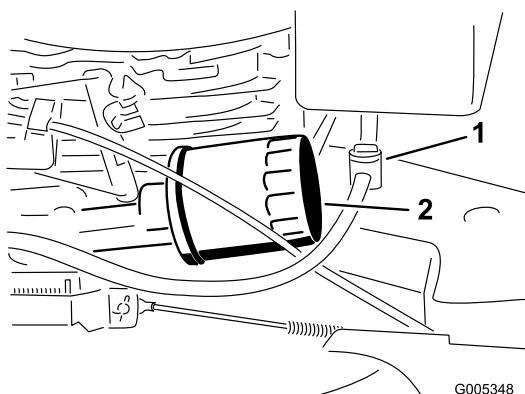

Figura 26
Cambie el filtro de aceite (Figura 26) cada 100 horas de operación o una vez al año, lo que ocurra primero.
3. Cierre la válvula de combustible (Figura 26)